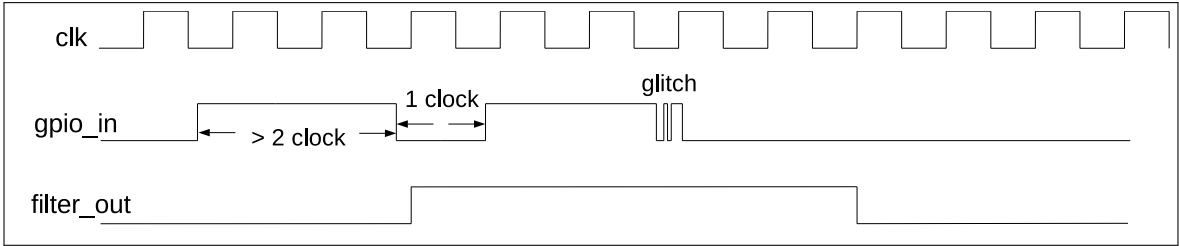

图 5-3. GPIO 输入信号滤波时序图
- 2. 置位寄存器 IO\_MUX\_FILTER\_EN 使能 pad 输入信号滤波，如图 5-3 所示。只有当输入信号的有效宽度大于两个时钟周期时，输入信号才会被采样。否则，输入信号将会被滤掉。